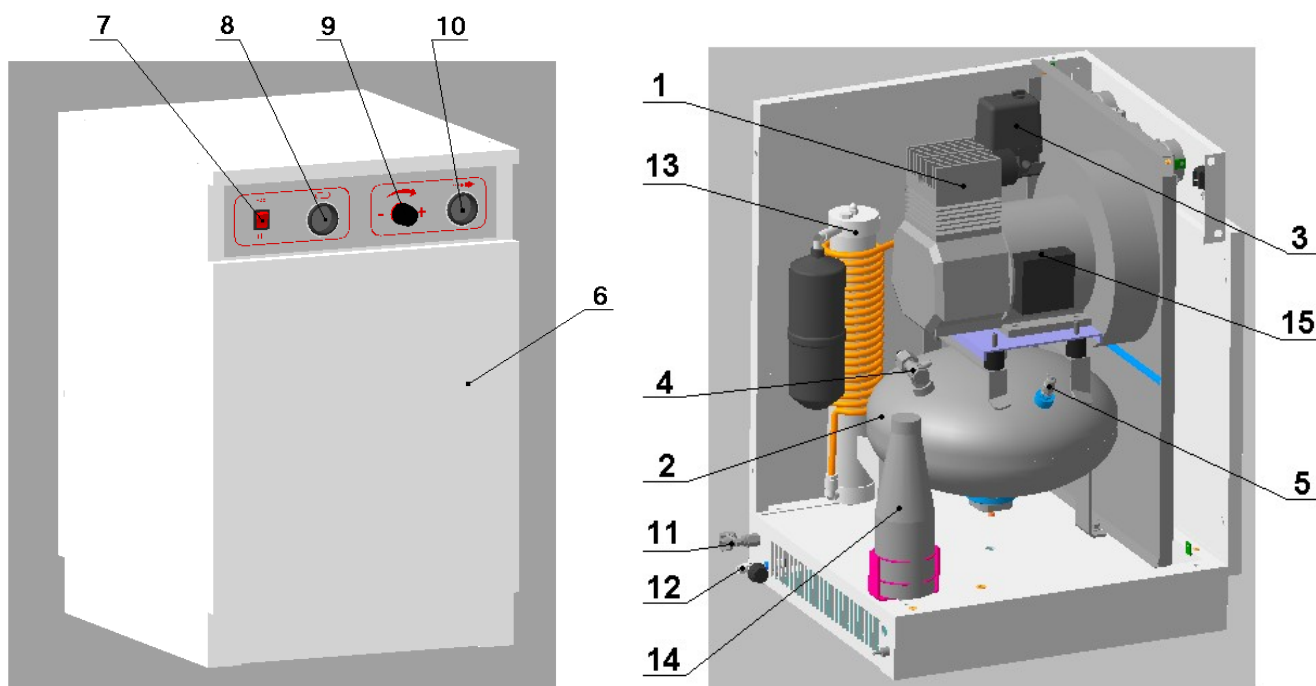

Рисунок 1
5.1 Компрессор (рисунок 1) состоит из следующих основных узлов: блока поршневого GMS150 поз. 1, ресивера 2, прессостата 3, клапана обратного 4, клапана предохранительного 5, корпуса шумоизолирующего 6, выключателя 7, манометров 8 и 10, регулятора давления 9, крана подачи воздуха 11, крана слива конденсата 12, осушителя воздуха 13, ёмкости для сбора конденсата 14.
7.7 Пуск компрессора производится выключателем 7 (рисунок 1). По мере расхода воздуха потребителем, реле давления прессостата автоматически выключает и включает двигатель компрессора, поддерживая давление сжатого воздуха в ресивере в заданных пределах.